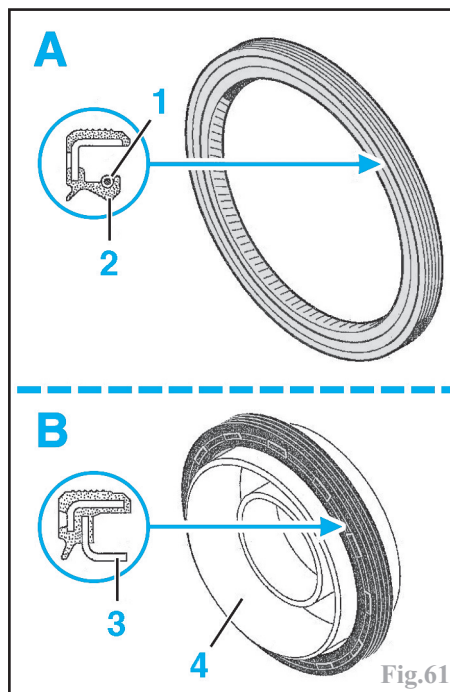

Fig.61
-à chaque extrémité du vilebrequin, reposer une bague d'étanchéité neuve suivant montage (Fig.61).
Suivant version, il existe 2 types de bague d'étanchéité montée en bout de vilebrequin et qui sont facilement reconnaissables (Fig.61) :